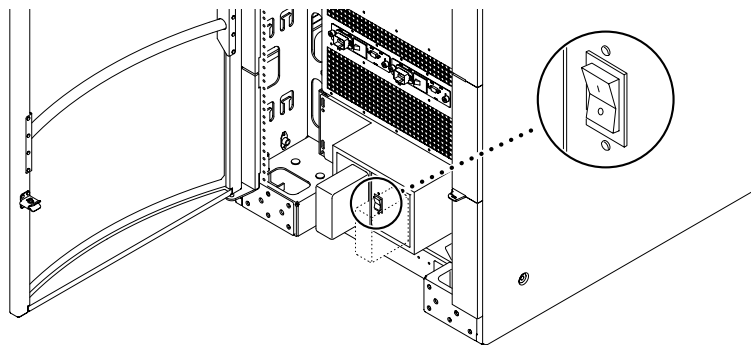

图 2-7 Sun Fire 6800 系统上的 RTS 交流电源开关
1. 关闭系统前后部的两个冗余转接开关 (RTS) (图 2-7)。